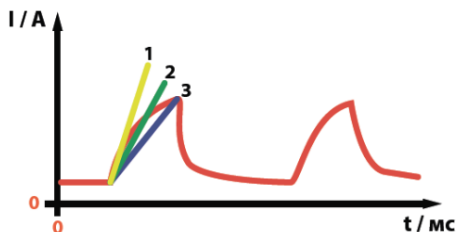

Рис. 8. График зависимости сварочного тока от индуктивности.
6. Установите значение индуктивности, чтобы получить нужную жесткость дуги. При повороте регулятора индуктивности (поз. 6, рис. 1) до конца против часовой стрелки значение индуктивности будет минимальным (более вертикальная линия 1, рис. 8), а дуга наиболее жесткой. Этот режим более глубокого проплавления материалов. При повороте регулятора по часовой
стрелке значение индуктивности будет увеличиваться (более пологая линия 3, рис. 8), а разбрызгивание металла уменьшаться вместе с жесткостью дуги - применяется для облицовочных швов.